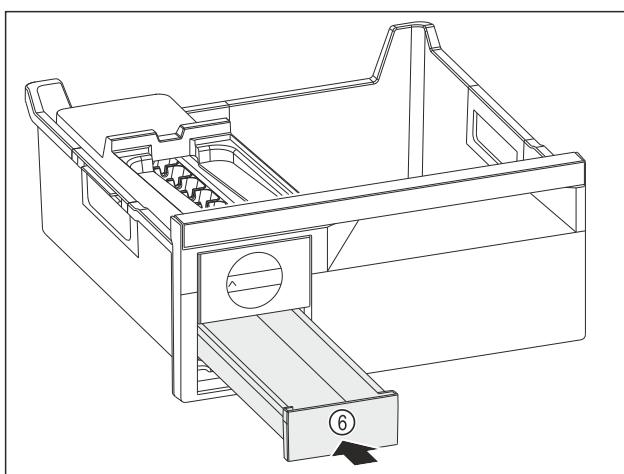

Fig. 83
- Встановіть форму для льоду Fig. 83 (6).